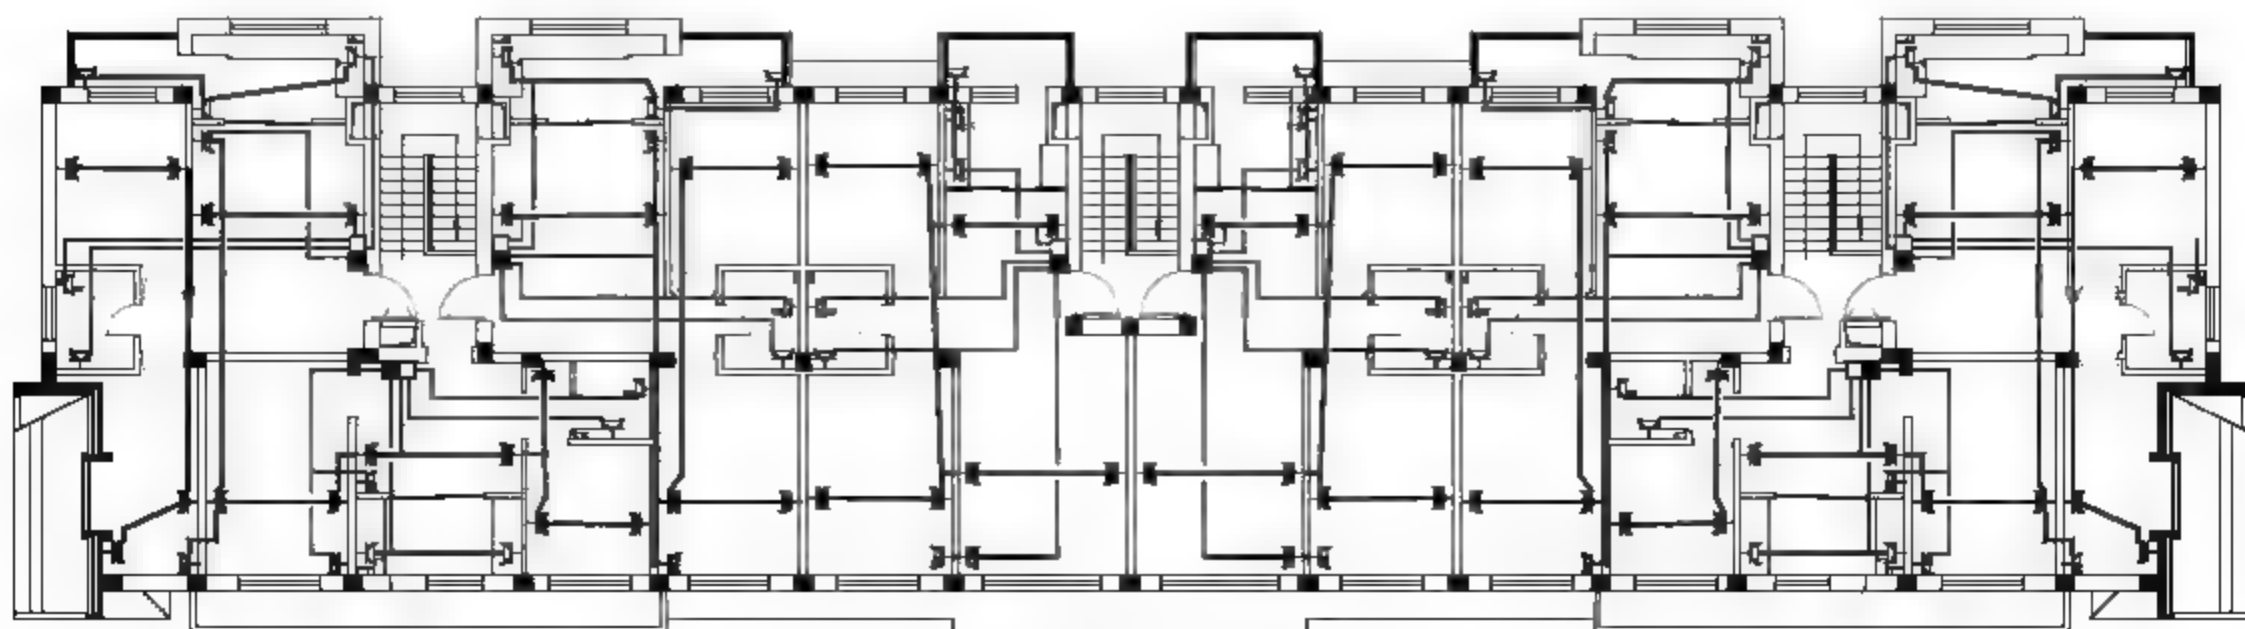

图12-22 复制图形
**05** 调用MI【镜像】命令，选择左侧的插座、设备、线路图形，将其镜像复制至右侧，结果如图12-22所示。